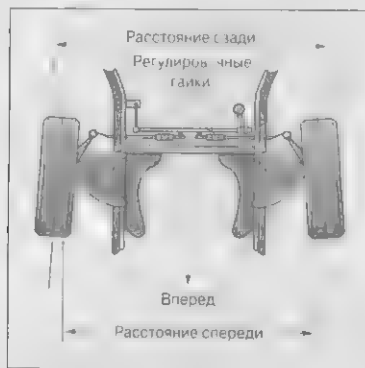

Рис. 19.6. Схождение
- ✓ **Схождение** представляет такое расположение колес, когда при езде они будут расходясь или сходясь к кузову. Есть автомобили, на которых устанавливается *отрицательное схождение* (когда колеса сходятся вовнутрь, как на рис. 19.6), а есть автомобили, на которых устанавливается